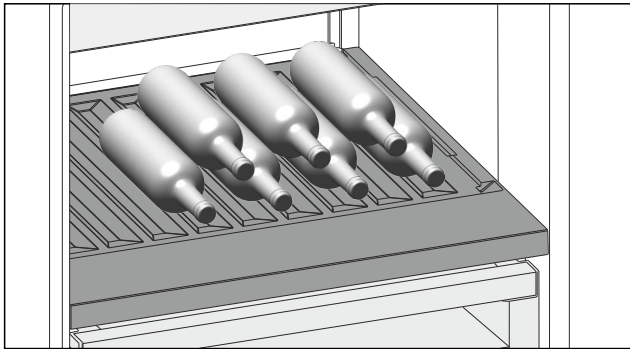

Fig. 138 Примерное изображение
- ▶ Бутылки укладывайте дном к задней стенке. (см. Fig. 138)